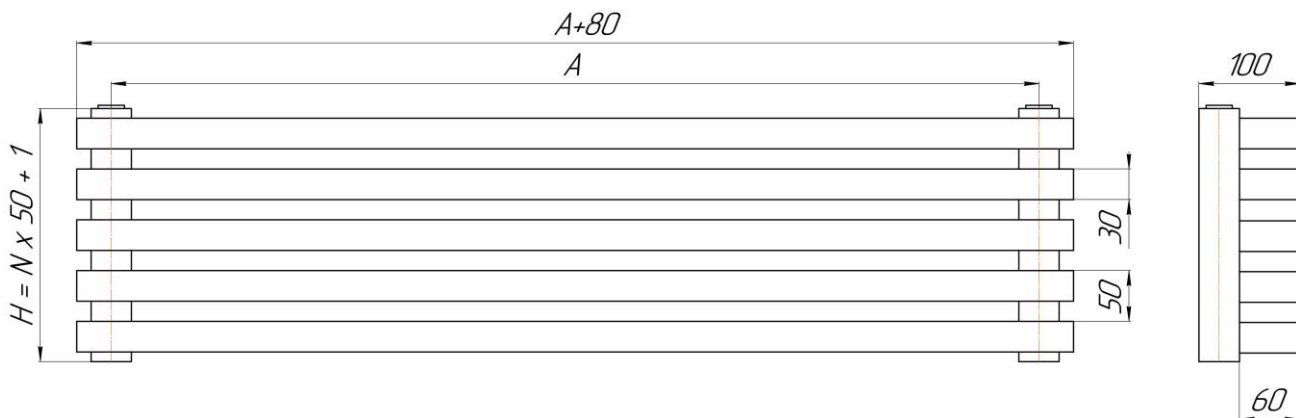

Рис. 1. А – межцентровый (монтажный) размер, N – количество секций.
2.1. Основные размеры и параметры радиаторов приведены на рис.1 и в таблице.